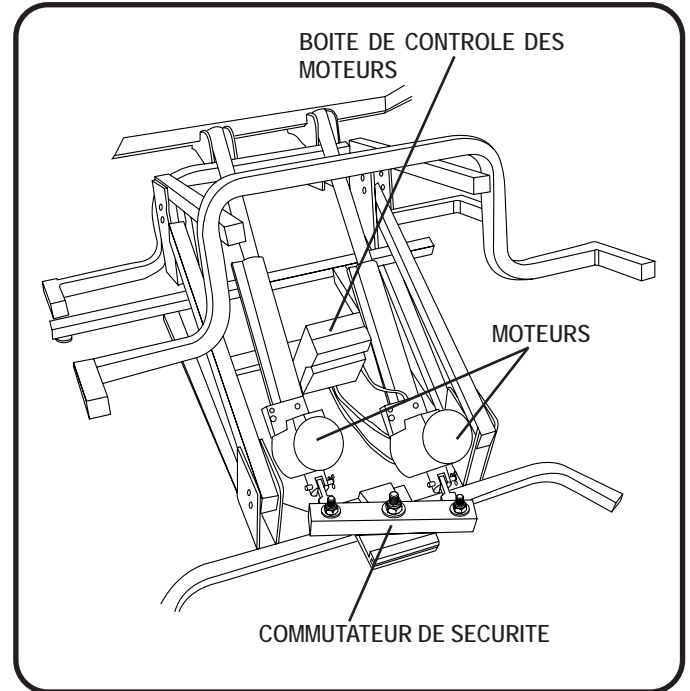

Figure 5.1 Moteur dérégulé
1. Pesez sur le bouton de la manette dans un sens ou dans l'autre. Si le fauteuil refuse de fonctionner, vérifiez l'état du commutateur de sécurité à pression pour voir si il a été activé. Un moteur dérégulé montrera un extension plus longue que la normale et un commutateur de sécurité enfoncé. (Fig. 5.1).